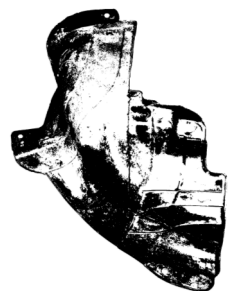

Рис. 1
- С правой стороны бампера снимите пластиковую защиту топливного насоса (см. рис. 1)